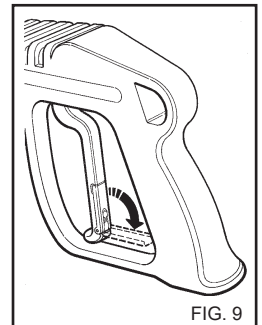

FIG. 9
- Quando l'idropulitrice non viene utilizzata chiudere il dispositivo di sicurezza dell'impugnatura (fig.9).